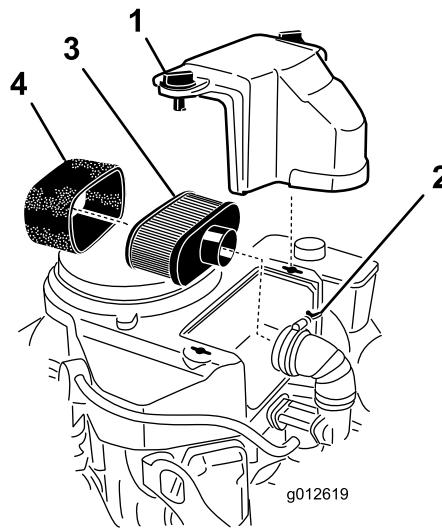

Рисунок 37
- Очистите зону вокруг воздухоочистителя, чтобы в двигатель не попали загрязнения, которые могут его повредить (Рисунок 37).
- Ослабьте фиксацию ручек крышки и снимите крышку воздухоочистителя (Рисунок 37).
- Ослабьте фиксацию хомута шланга и снимите воздухоочиститель в сборе (Рисунок 37).
- Осторожно снимите элемент из пеноматериала с бумажного элемента (Рисунок 37).
1. Осторожно наденьте элемент из вспененного материала на бумажный элемент воздухоочистителя (Рисунок 37).
2. Установите воздухоочиститель в сборе на его основание или на шланг и закрепите его (Рисунок 37).
3. Установите на место крышку воздухоочистителя и затяните ручку крышки (Рисунок 37).